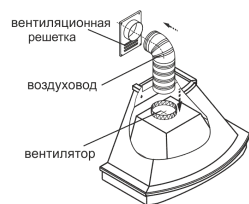

рис. 7
рис. 7а
6.4 В зависимости от режима эксплуатации кухонной вытяжки соедините вентилятор с вентиляционной решеткой полужестким воздуховодом (рис. 7) или установите на вентилятор угольные фильтры. Угольные фильтры устанавливаются на защитные решетки корпуса вентилятора (рис. 7а)